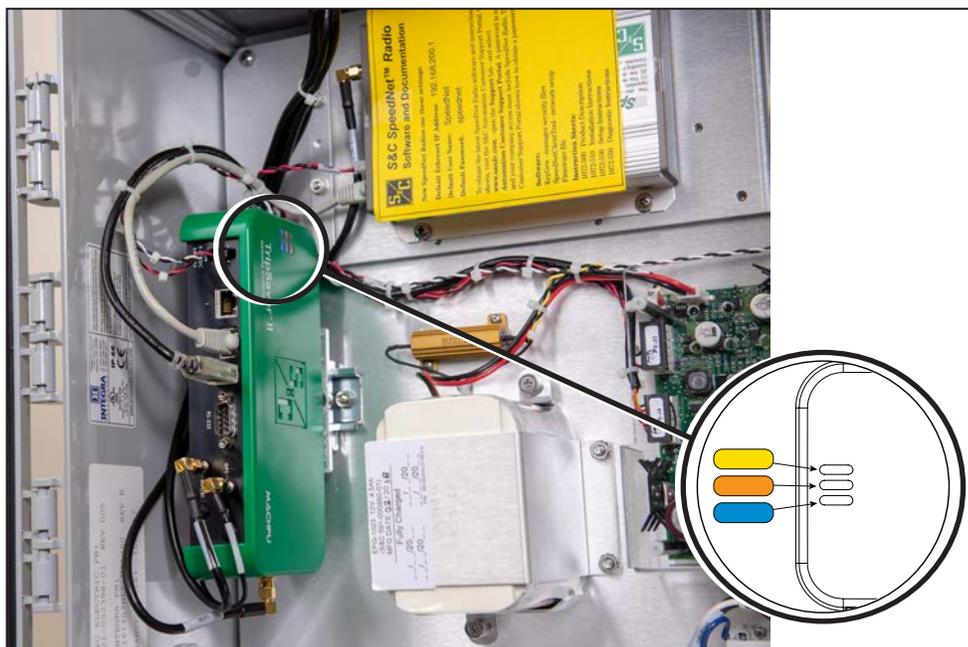

Figura 73. LEDs indicativos.
**LED Azul:** O módulo de controle do gateway está recebendo alimentação. Ver Figura 73.